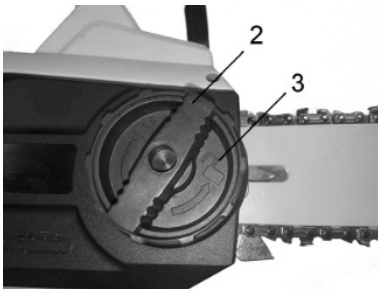

Fig.6
1. Svitare il dado (2) ruotandolo in senso antiorario di circa 1-2 giri. (Fig.6)
Ruotare il tendicatena (3) in senso orario fino a quando non si raggiunge la tensione corretta della catena. (Fig.6)
3. Riavvitare il dado (2) in senso orario. (Fig.6) Controllare se tutte le maglie della catena